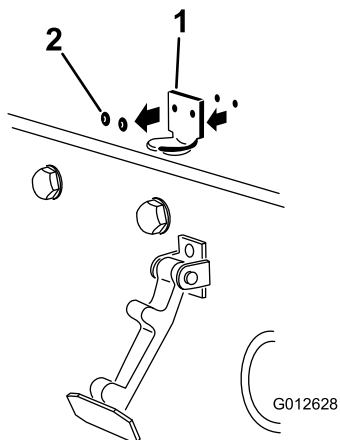

図 3
2. フードラッチブラケットをフードに固定しているリベット2本を外す 図 3。フードからフードラッチブラケットを外す。